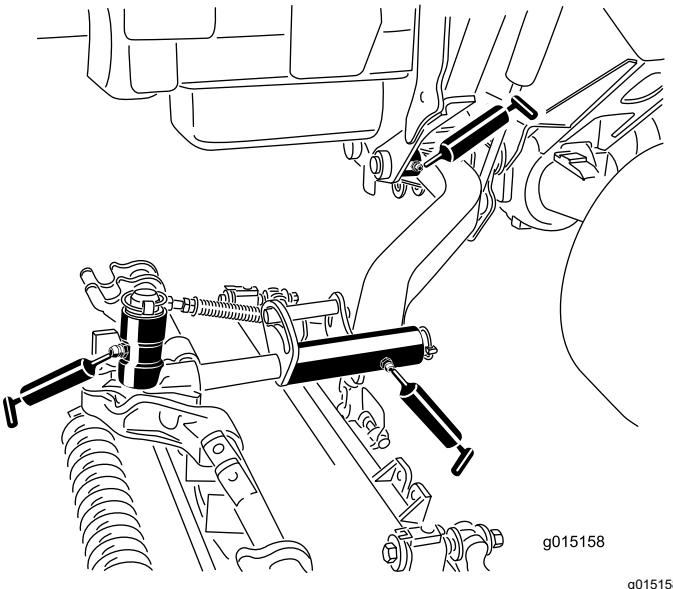

Figura 52
- Casquillos de pivot de los brazos de elevación (1 por unidad de corte) (Figura 52)
- Bastidor de tiro de la unidad de corte (2 por unidad de corte) (Figura 52)
- Pivotes de los brazos de elevación de las unidades de corte (1 por unidad de corte) (Figura 52).